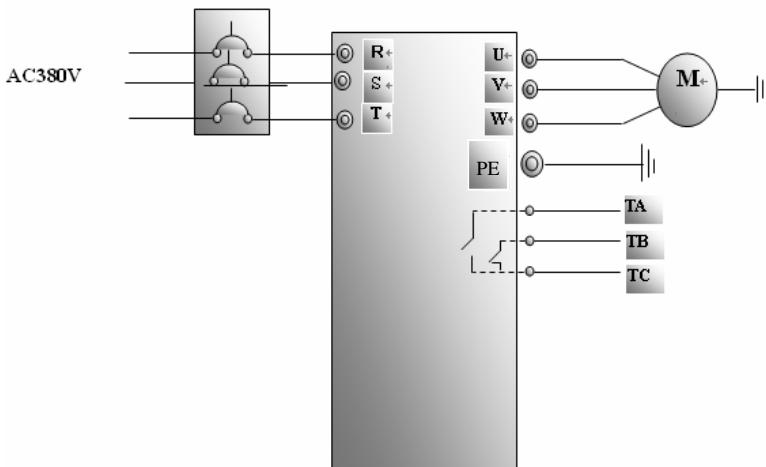

图 4-1 接线图 1
(1) 按图 4-1 配线，检查接线正确后，合上空气开关，变频器上电：
（1）按图 4-1 配线，检查接线正确后，合上空气开关，变频器上电；